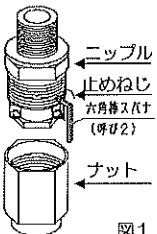

図1
①HPN形耐圧パッキン式引込器具の適合ケーブル径と引込むケーブルの外径が適合しているか確認してください。適合していないときは、適合するケーブルに交換するかケーブル外径に適合する指定の引込器具に交換してください。
②ナットのネジを緩めてニップルからナット（リング）を取り外して下さい。次に、グランドの緩み止め用止めねじを付属の六角棒スパナ（呼び2）で緩めます。グランドのネジを緩めてニップルからグランド、スリップリング、およびパッキンを外してください。（図1）